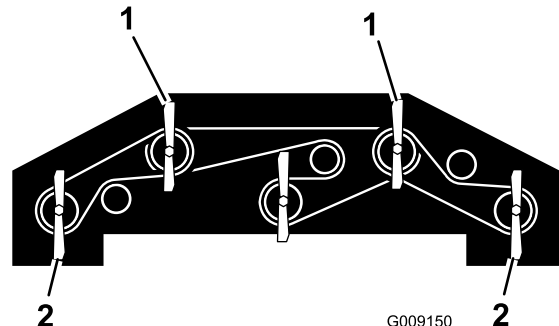

Bild 126
1. Drehen Sie jedes so, dass es geradeaus weist (Bild 126).